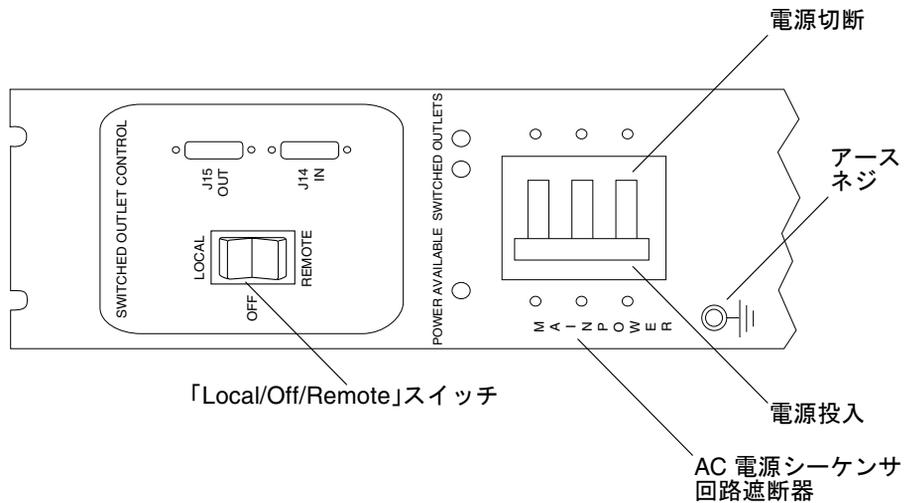

図 2-15 背面電源シーケンサのコントロールパネル
1. 正面および背面の AC 電源シーケンサの回路遮断器がどちらもオフになっていることを確認します (図 2-15)。
2. 各電源シーケンサの「Local/Off/Remote」スイッチが「Remote」の位置になっていることを確認します (図 2-15)。
2. ベースキャビネットの正面および背面で、AC 電源シーケンサの回路遮断器を「On」の位置にします (図 2-15)。